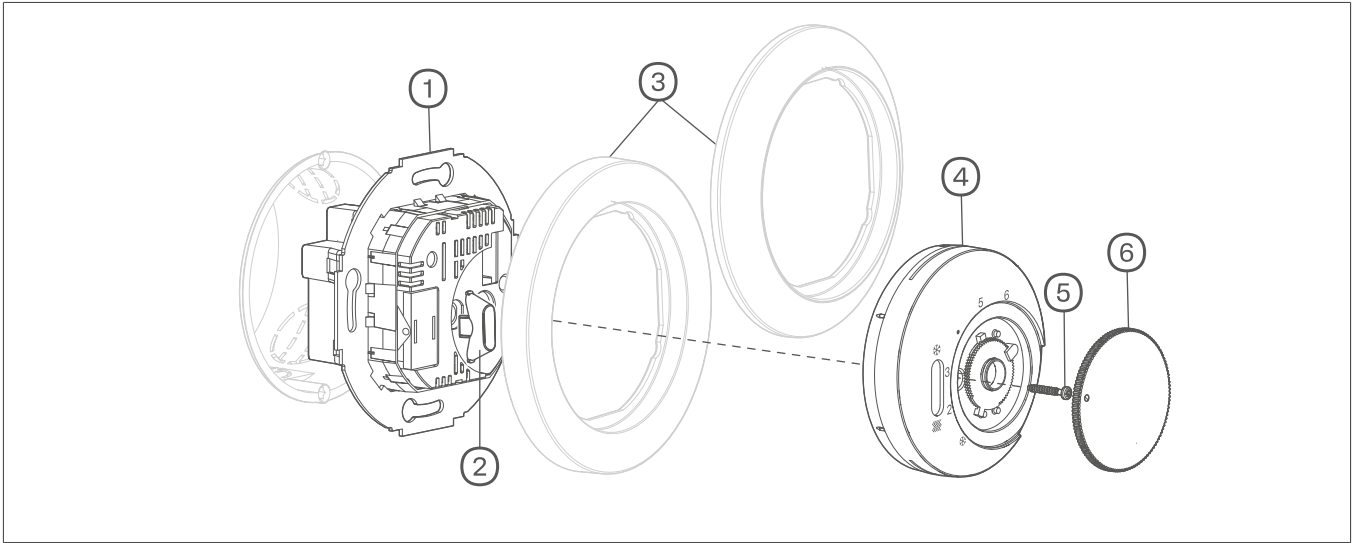

Bild 1: Geräteaufbau
- 2 Wippe für Schalter Heizen/Kühlen (2) in die rechte Aufnahmeöffnung des Wippschalters (7) stecken (Bild 1).
- 3 Zentralstück (4) über dem Rahmen (3) lagerichtig aufsetzen und mit der Befestigungsschraube (5) fixieren.
- 4 Regulierknopf (6) aufstecken.